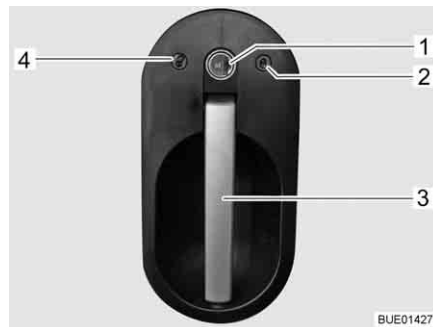

Fig. 55 Serrure de la porte chauffeur, à l'extérieur
- Insérer la clé dans le barillet (Fig. 55,1) et la tourner dans le sens "ouvrir" (Fig. 55,4) jusqu'à ce que la serrure de la porte soit déverrouillée.
- Tirer sur la poignée de la porte (Fig. 55,3). La porte est ouverte.
- Insérer la clé dans le barillet (Fig. 55,1) et la tourner dans le sens "verrouiller" (Fig. 55,2) jusqu'à ce que la serrure de la porte soit verrouillée.